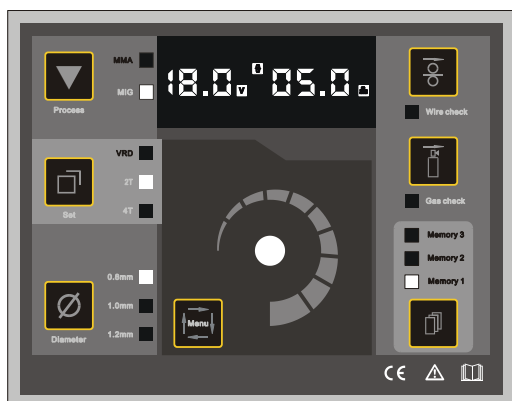
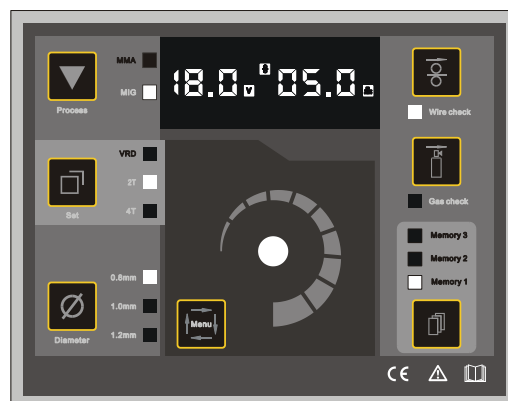

Рисунок 5: Дисплей с установленным напряжением в режиме MIG mode
Рисунок 6: Проверка подачи проволоки в режиме MIG
- а) Когда вы закончили варить, нажмите 【MMA/MIG переключатель】, загорается индикатор режима MIG и аппарат готов к работе в режиме MIG.(Рисунок 5)
- б) 【Цифровой дисплей показывает】показывает установленное “18.0V” в вольтах (V). В то время как “05.0м/мин” означает номинальный скорость подачи проволоки и указывается в м/мин”
- с) В режиме MIG нажмите кнопку **【BURN BACK】**, индикатор загорится и вы можете отрегулировать подачу проволоки на высокую скорость. (Рисунок 6). **【Цифровой дисплей】** будет мигать до тех пор пока вы не нажмете выключатель горелки либо любую другую кнопку на панели. **【Цифровой дисплей】** и **【BURN BACK】** перестают мигать – прекращается подача проволоки